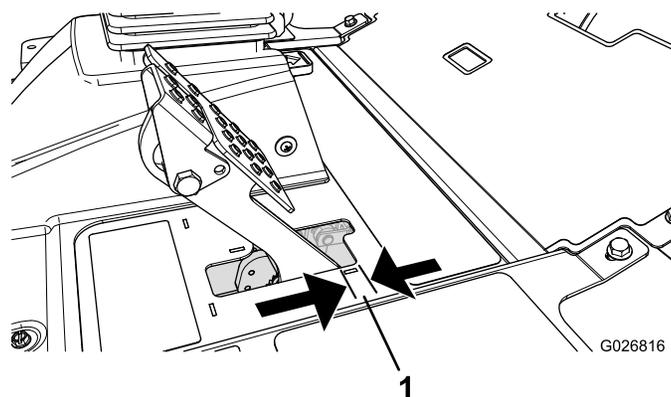

Figure 94
Réglez les freins si la garde à la pédale de frein est supérieure à 2,5 cm ou si la force de maintien offerte est insuffisante (Figure 94). La garde est la distance parcourue par la pédale de frein avant que le freinage soit ressenti.
2. Serrez l'écrou arrière afin de pouvoir déplacer le câble en arrière jusqu'à obtention d'une garde de 6 à 13 mm, avant le blocage des roues (Figure 94).